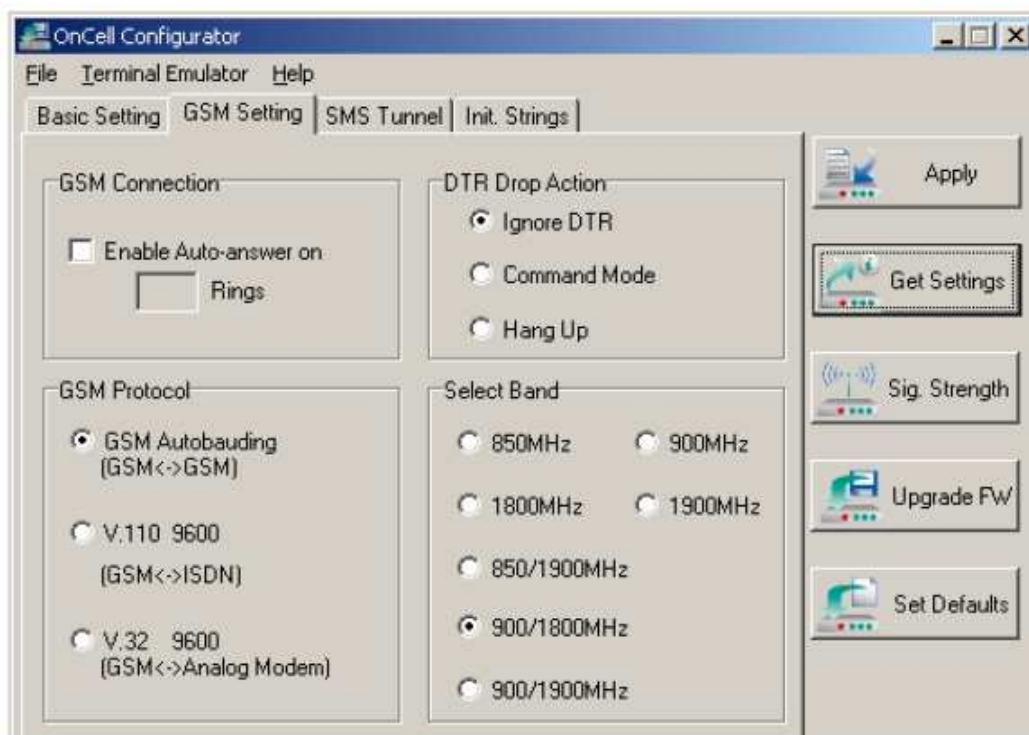

Рисунок 159
**ВНИМАНИЕ: НА ВКЛАДКЕ «GSM Setting» В ГРУППЕ «DTR Drop Action» (РИСУНОК 159) ОБЯЗАТЕЛЬНО ВКЛЮЧАТЬ ФЛАЖОК «Ignore DTR». В ПРОТИВНОМ СЛУЧАЕ ПРИ УСТАНОВКЕ СВЯЗИ С УДАЛЕННЫМ МОДЕМОМ С ПОМОЩЬЮ ПРОГРАММЫ «Hyper Terminal» И ЗАКРЫТИИ ПРОГРАММЫ «HYPER TERMINAL» ПОСЛЕ УСТАНОВКИ СВЯЗИ БУДЕТ ПРОИСХОДИТЬ ОБРЫВ GSM-КАНАЛА!**